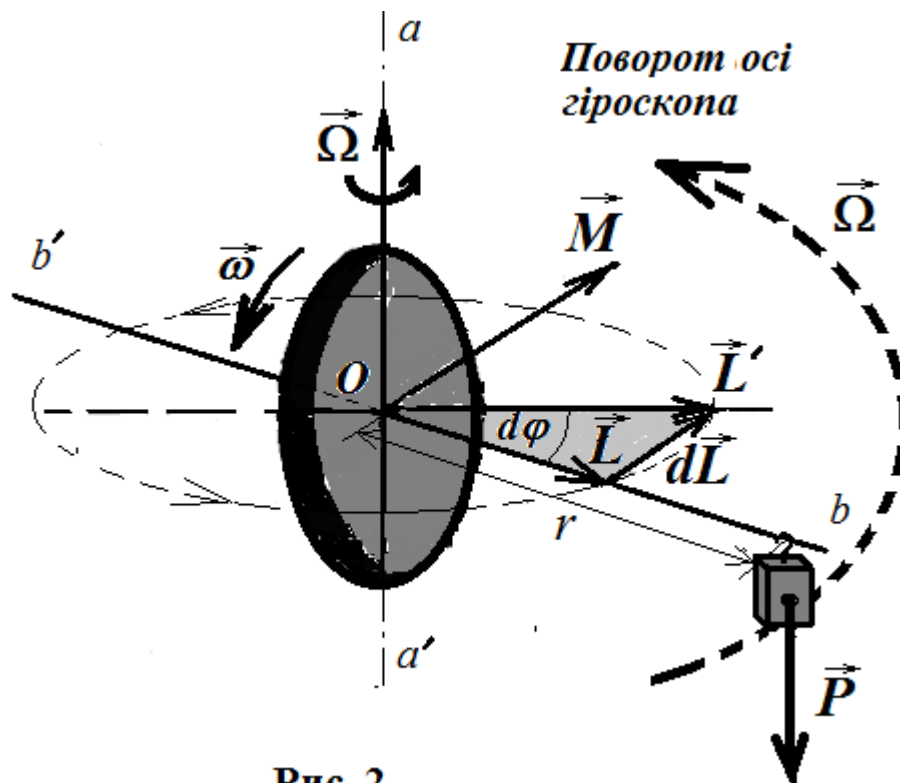

Рис. 2.
**Друга властивість гіроскопа** виявляється, коли на його вісь починає діяти сила. Нехай невеликий вантаж  $P$  підвішений до кінця осі  $bb'$  (рис. 2). Здавалося б, уся права частина осі має опуститися вниз. Дійсно, так було б, якби гіроскоп не обертався. Гіроскоп, що обертається ж, прийде в обертання з постійною швидкістю навколо вертикальної осі *під прямим кутом до напрямку діючої сили* (на рис. 2 права частина осі обернеться «від нас» за рисунок).
Момент  $M$  перпендикулярний як до  $bb'$ , так і до  $P$  (рис. 2). Згідно з рівнянням (1) в результаті дії моменту  $M$  впродовж часу  $dt$  момент імпульсу  $L$  отримає приріст
виявиться поверненим навколо осі  $aa'$  на деякий кут  $d\varphi$  (див. рис.2).